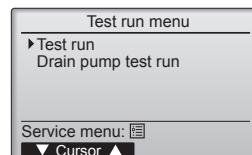

Fig. 7-2
- Vælg "Test run" (testkørsel) fra Test run menu (testkørselsmenu), og tryk på knappen [VÆLG]. (Fig. 7-2)